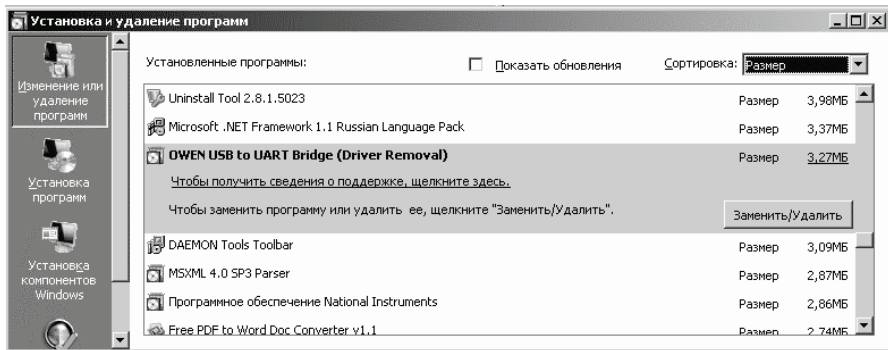

Рисунок 4.4 – Экранная форма установки и удаления программ
- в открывшейся экранной форме выбрать из списка программу «owen USB to UART Bridge» и нажать кнопку «Заменить/Удалить» (рисунок 4.4);